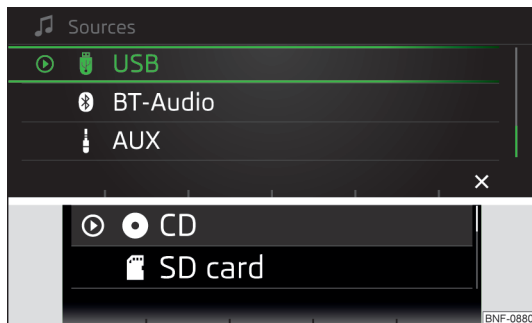

Fig. 103
- Acționați tasta funcțională **M**. Cu butonul rotativ **SEL** selectați sursa audio » fig. 103 și selectați directorul/titlul dorit.